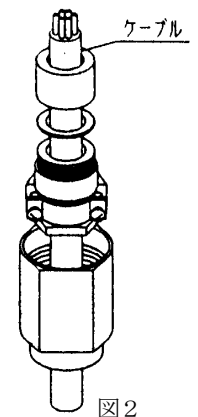

図2
- 3) ケーブルにナット、リング、グラウンド、スリップリング、およびパッキンの順に通します。 (図2)。